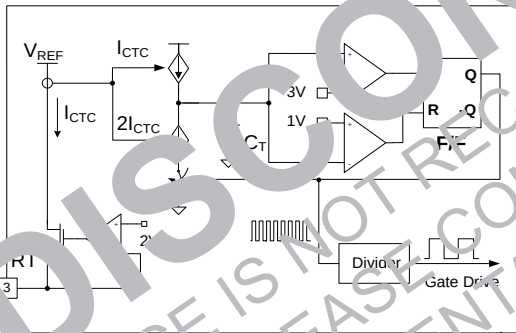

图 19. 电流控制的振荡器
2. 内部振荡器: FSFR-HS 系列采用电流控制振荡器，如图 19 所示。在内部，RT 引脚的电压调节在 2 V ，并振荡器电容 C_T 的充电/放电电流通过使用电流镜像复制从 RT 引脚 (I_{CTC}) 流出的电流来获得。因此，开关频率随着 I_{CTC} 的增加而增加。